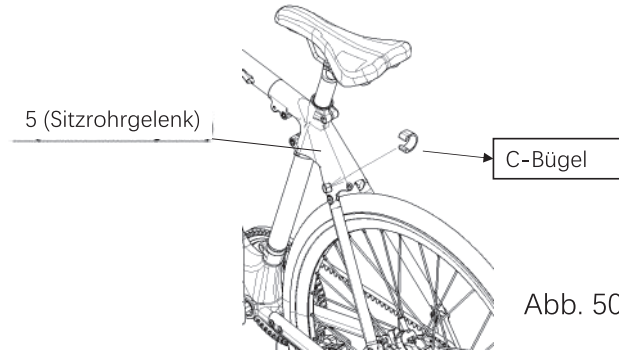

Abb. 50-1
b. Nehmen Sie den C-Bügel aus der Zubehör-Box, klemmen Sie den hinteren Bremszug ab und befestigen Sie ihn an Teil 5, wie in Abb. 50-1 gezeigt.